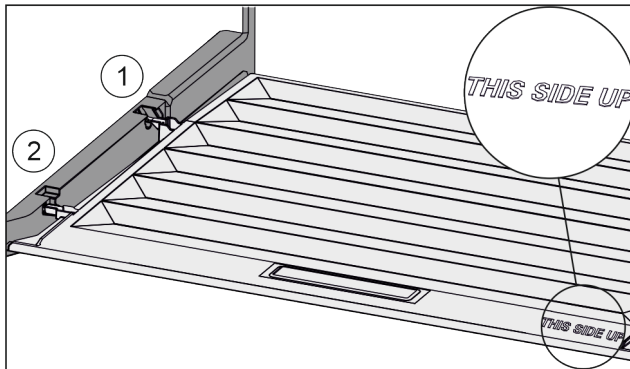

Fig. 44
- ▶ Inserire le nervature del coperchio attraverso l'apertura del supporto posteriore Fig. 44 (1) e innestare anteriormente nel supporto Fig. 44 (2).